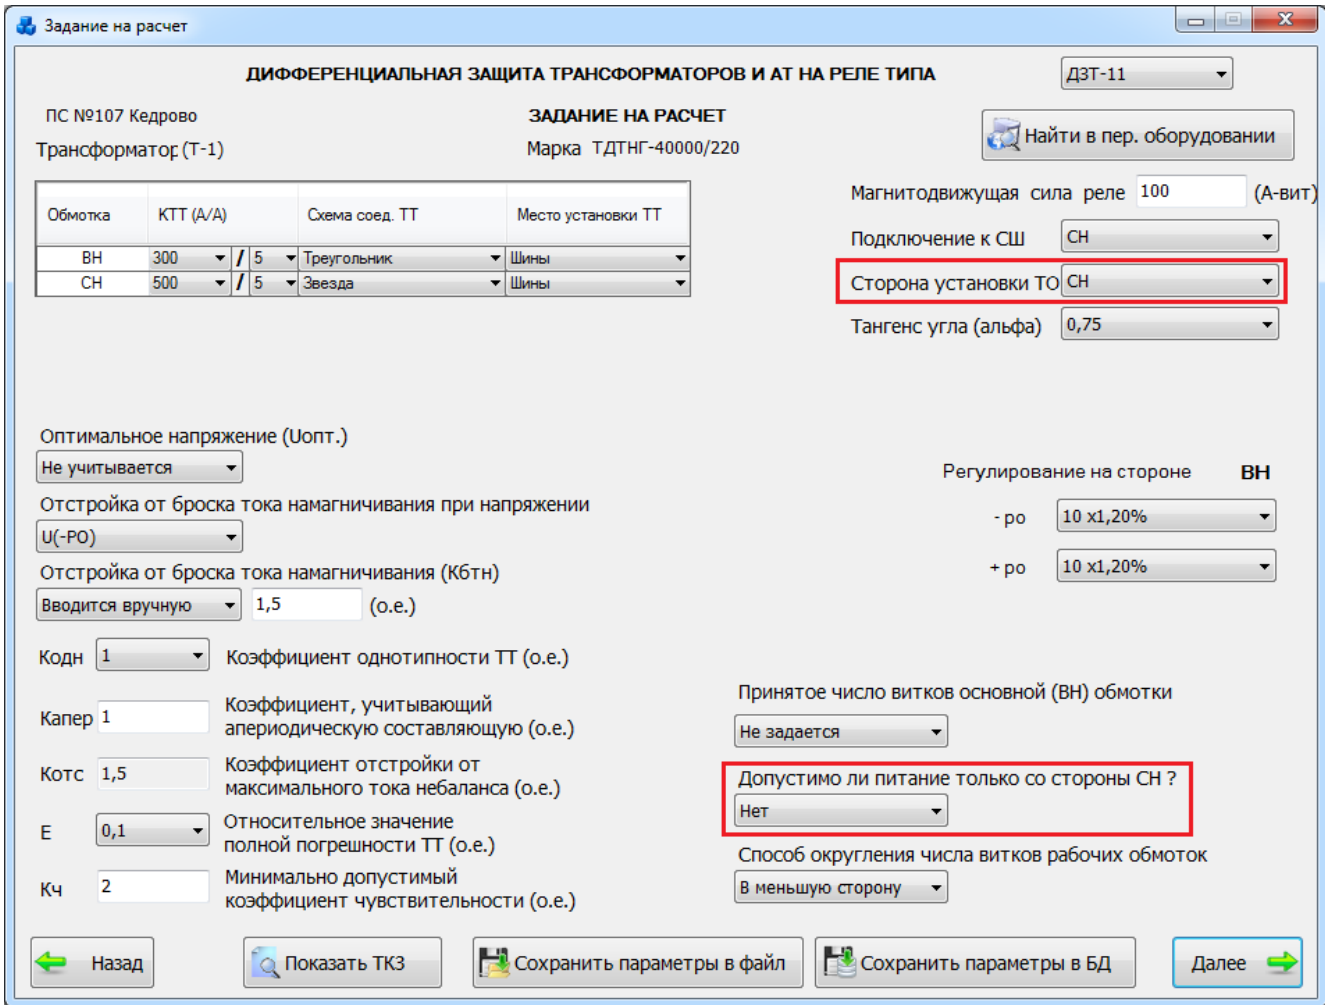
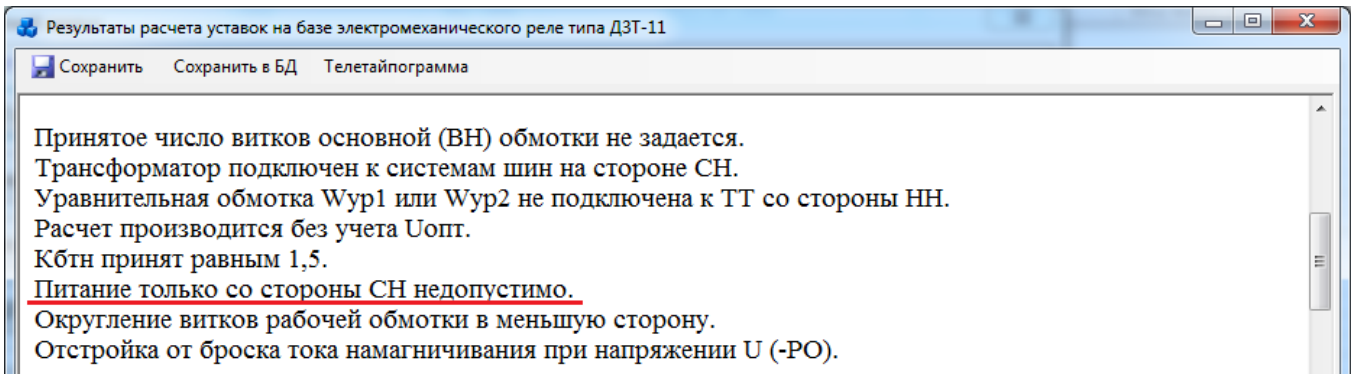

Рисунок 3.9.28
Рисунок 3.9.29
- если сторона НН не подключена к секции шин, т.е. ТО присоединена к трансформаторам тока, установленным на стороне СН, а также если питание со стороны СН не предусмотрено (Рисунок 3.9.28), то в этом случае ток срабатывания реле рассчитывается по условию отстройки от броска тока намагничивания (Рисунок 3.9.29).